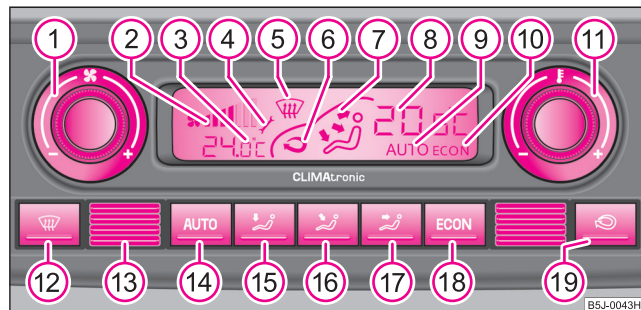

Abb. 109 Climatronic: Bedienelemente
- Drücken Sie die Taste  ⇒ Seite 93, Abb. 109.
Drücken und halten Sie die Tasten  und  ⇒ Seite 93, Abb. 109. Im Display erscheinen die Angaben in der gewünschten Temperatur-Maßeinheit.
- Drehen Sie mit dem Drehregler **1** ⇒ Seite 93, Abb. 109 nach links (Gebläsedrehzahl verringern) bzw. rechts (Gebläsedrehzahl erhöhen).